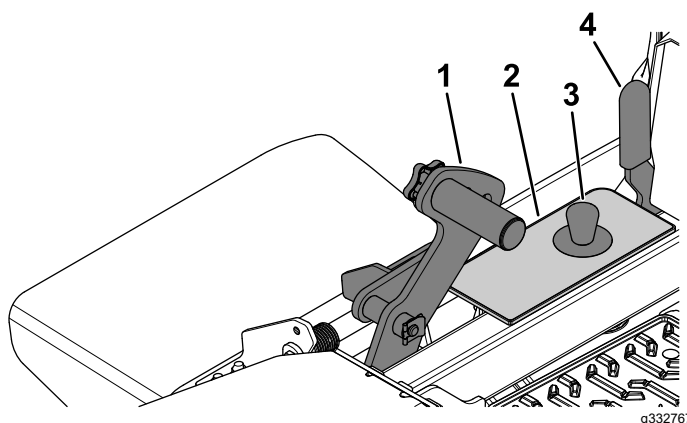

Figura 30
1. Apăsai complet în față pedala pentru ridicarea punii pentru a bloca puntea mainii de tuns iarba în poziția de TRANSPORT (de asemenea, poziția înălțimii de tăiere la 140 mm) conform Figura 30.
2. Pentru reglare, îndepărtați tiftul din consola pentru înălțimea de tăiere (Figura 30).
3. Selectați un orificiu din consola pentru înălțimea de tăiere care corespunde înălțimii de tăiere dorite i introduceți tiftul (Figura 30).